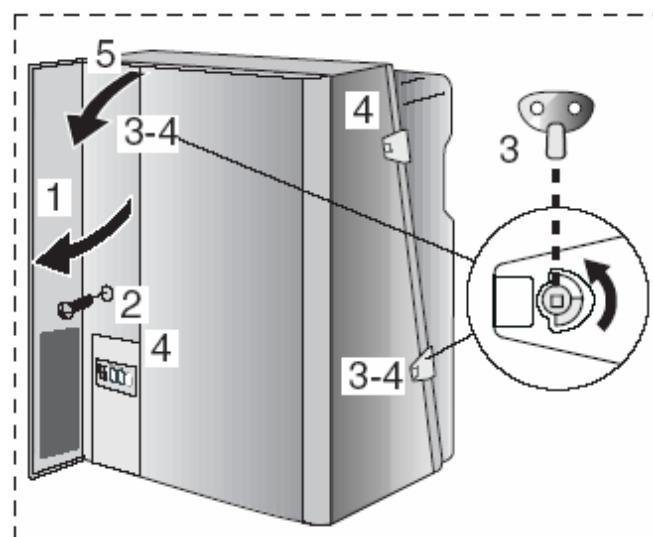

Рис. 2. Снятие обшивки
- Открыть крышку пульта управления (рис. 2, поз. 1).
- Удалить винты (рис. 2, поз. 2).
- Оба байонетных замка отвернуть ключом воздушника на четверть оборота (рис. 2, поз. 3).
- Открыть защелки (рис. 2, поз. 4).
- Снять обшивку вперед (рис. 2, поз. 5).